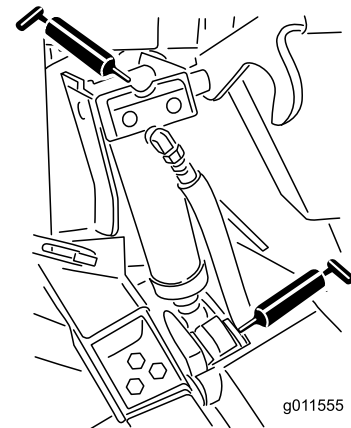

Figure 52
- 4 bagues de vérin de levage (Figure 52)